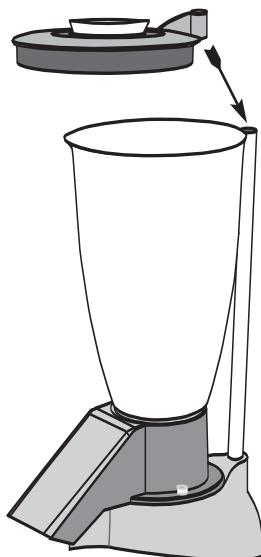
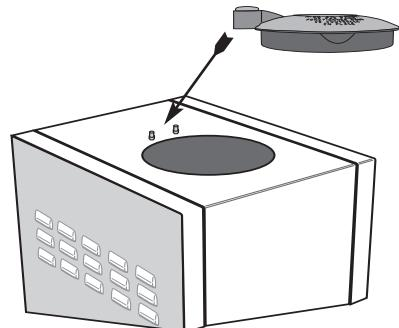

Fig. 5
Fig. 6
- 4** Per il modello V90, inserire il coperchio facendo combaciare il sensore magnetico con l'estremità dell'asta in acciaio (Fig. 5). Per il modello V100, inserire il coperchio posizionando il sensore magnetico tra le due viti di posizionamento (Fig. 6).